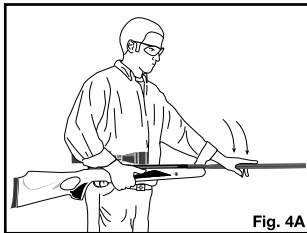

Fig. 4A
- Sostenga el arma cerca del cuerpo y agarre firmemente el freno de boca. (Fig. 4A)